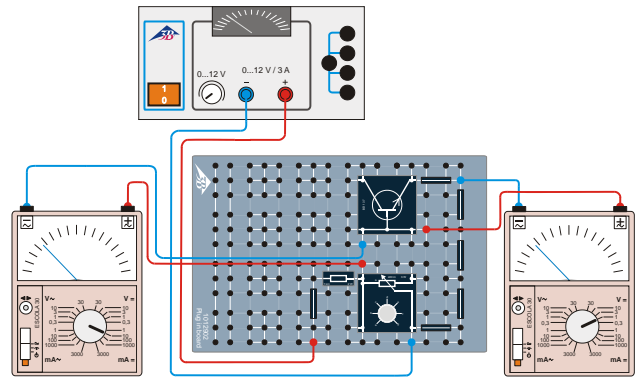

Fig. 3: Schéma de circuit pour enregistrer la caractéristique d'entrée.
- Montez le circuit comme le montre la Fig. 3. Les deux multimètres analogiques connectés servent à mesurer la tension base-émetteur U_{BE} et le courant de la base I_B .